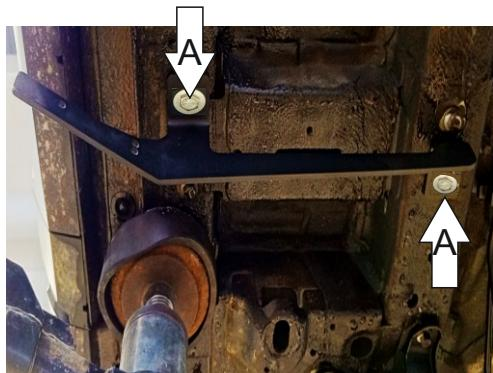

Рис. 2
- Установить передние кронштейны используя болты M10x30 и шайбы 10 ув., втулки 6 мм для Haval Jolion.(Рис. 2)